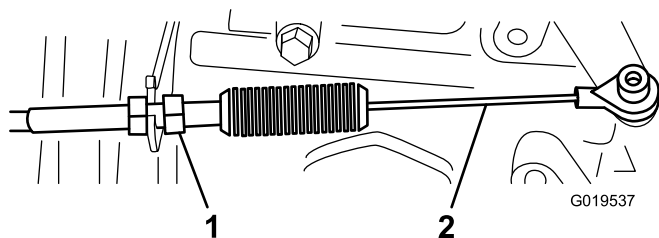
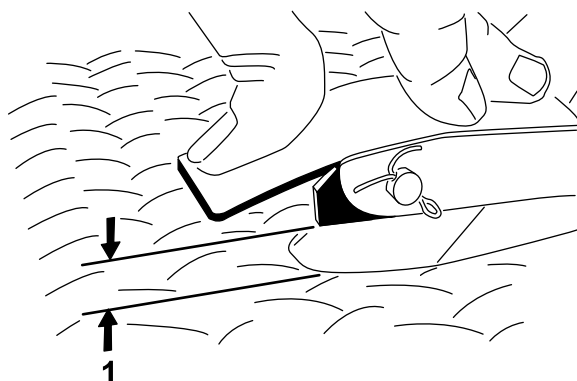

Figure 67
Figure 68
2. Réglez la rotule sur le câble d'accélérateur (Figure 67) pour obtenir une garde de 2,54 à 6,35 mm (Figure 68) lorsqu'une force de 11,3 kg est appliquée au centre de la pédale. Serrez le contre-écrou.